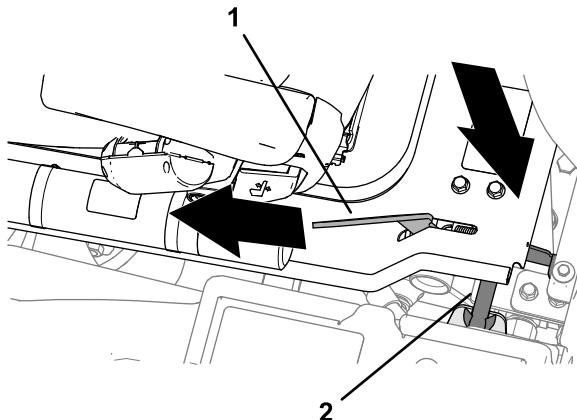

Figura 43
2. Quando la piattaforma si è abbassata quasi completamente, spostate la maniglia di fermo della piattaforma (Figura 43) verso la parte anteriore della macchina.